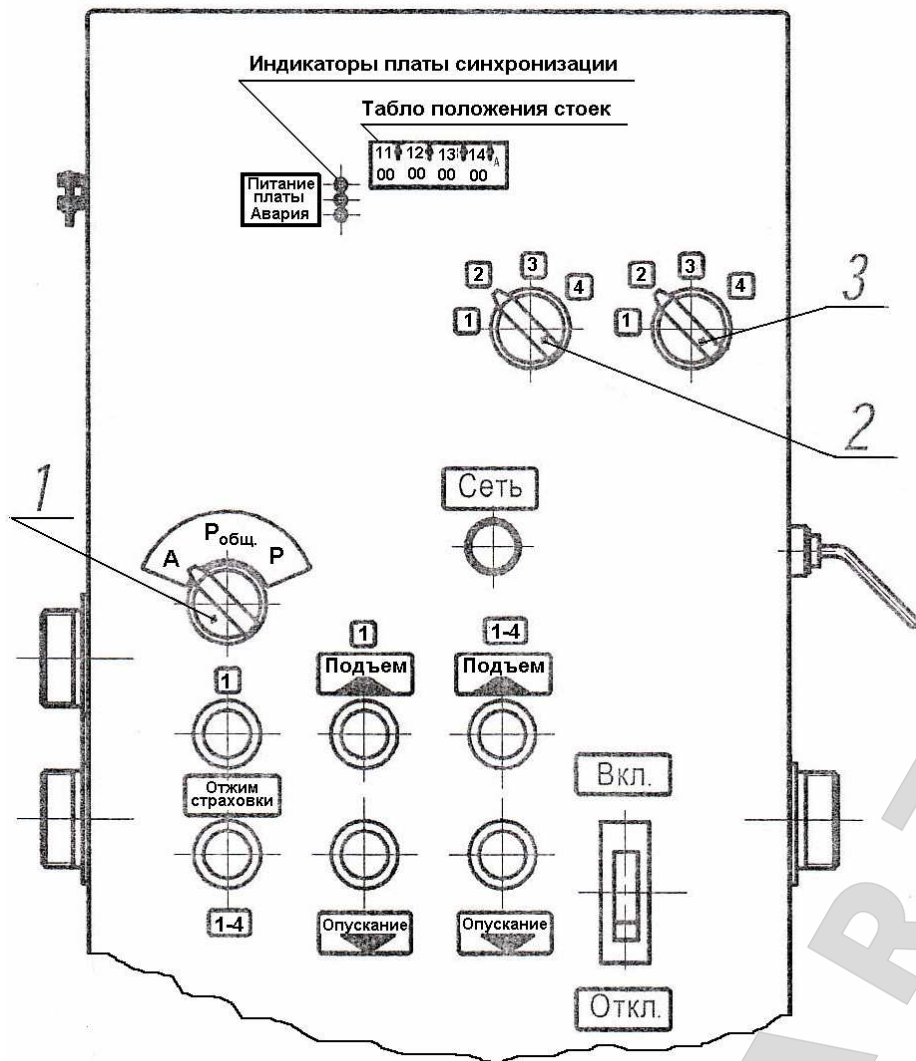

Рис. 6. Общий вид шкафа аппаратного мастер-стойки
6.2.8. Проверить правильность направления вращения электродвигателя насоса (по стрелке на кожухе вентилятора электродвигателя), для чего кратковременно нажать кнопку «ВВЕРХ» на каждой стойке, при этом переключатель поз.1 (см. Рис. 6) должен быть переведен в режим «Р» (ручной), а переключатели поз.2 и поз. 3 должны быть установлены на номере той стойки, которую проверяют. В случае несоответствия произвести перефазировку кабеля подключающего подъемник к электросети. По окончании проверки перевести переключатель поз. 1 в положение «Робц.» (ручной общий) и проверить работу подъемника в целом.
7.2.2. Включить вводной автоматический выключатель на шкафу аппаратном, при этом должна загореться сигнальная лампа «СЕТЬ». Одновременно загораются сигнальные индикаторы питания платы синхронизации. (см.Рис. 6).
7.2.3. Включить тумблер (поз.1 на Рис.6) управления режимом работы платы синхронизации подъема и опускания кареток, находящийся на дверце шкафа аппаратного, в положение «Робц.». Кнопкой «ВВЕРХ» подвести подхваты до касания с беговой поверхностью покрывки колеса автомобиля.